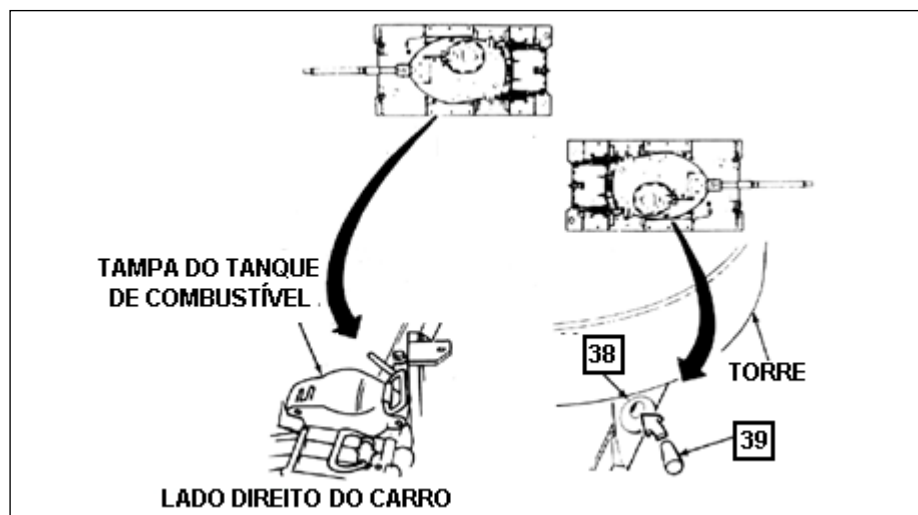

Fig 8-18. Vedação dos drenos da cremalheira
(7) Localizar os drenos da cremalheira(38) a direito e esquerda do CC, entre o casco e a torre. Colocar os tampões apropriados(39) firmemente nos drenos.(Fig 8-18)